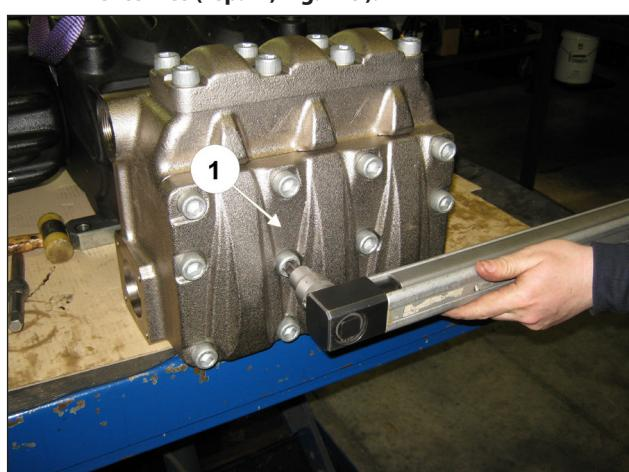

Fig. 149
Serrer en diagonale les 6 vis M16x200 en partant d'abord des 4 vis internes, puis passer aux 2 vis externes (rep. ①, Fig. 149).